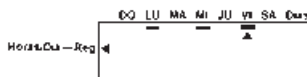

fig.15
6. Pulsar para confirmar, aparecerá un subrayado debajo del día. En los días subrayados el descalficador hará la regeneración (fig 15).